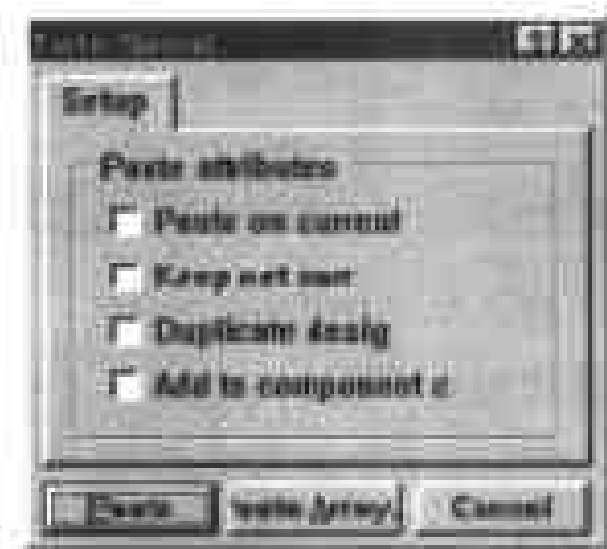

图 7-51 阵列式粘贴操作的对话框
(4) 在图纸中拖动鼠标, 划出一个方框将电阻元件包括在内, 则电阻元件处于被选中的状态, 选择 Edit > Copy, 则该元件被复制。
(5) 选择 Edit > Paste Special, 弹出如图 7-51 所示的对话框, 其中包括 4 个复选框, 它们的功能如下: